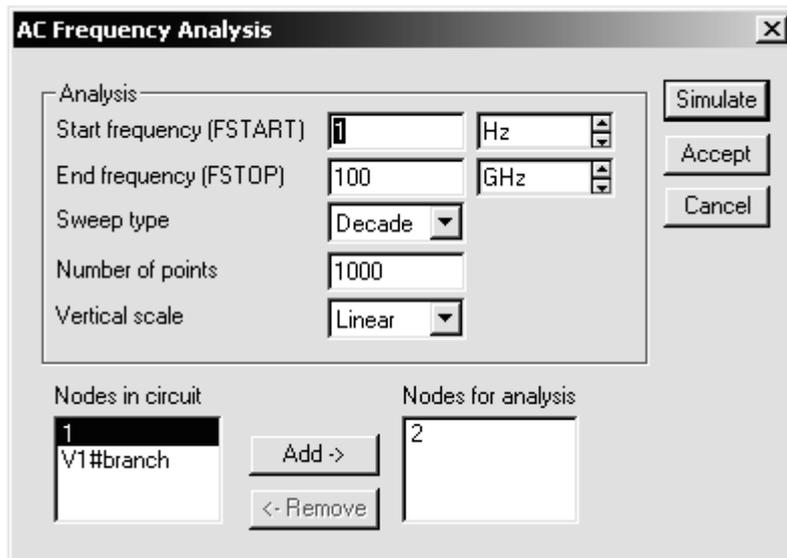

Рис. 36. Вікно ACFrequencyAnalysis
2.1.7. Отримайте амплітудно-частотну і фазочастотну характеристики кола. Виберіть меню **Analysis** і в ньому опцію **AC Frequency**. У вікні (рис. 36) під заголовком **Nodes in Circuit** виділіть номер точки, що позначає вихід електричного кола. Потім за допомогою кнопки **Add** встановіть цей номер у вікні **Nodes for Analysis**.
Встановіть діапазони виконуваних вимірювань так, як показано на рис. 36.